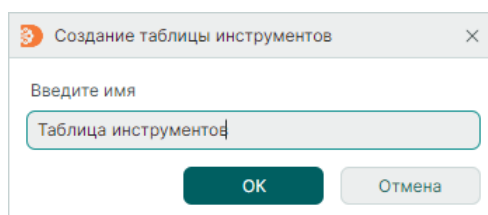

Рис. 304 Ввод наименования таблицы инструментов
2. Введите наименование таблицы инструментов, нажмите «ОК», см. Рис. 304.